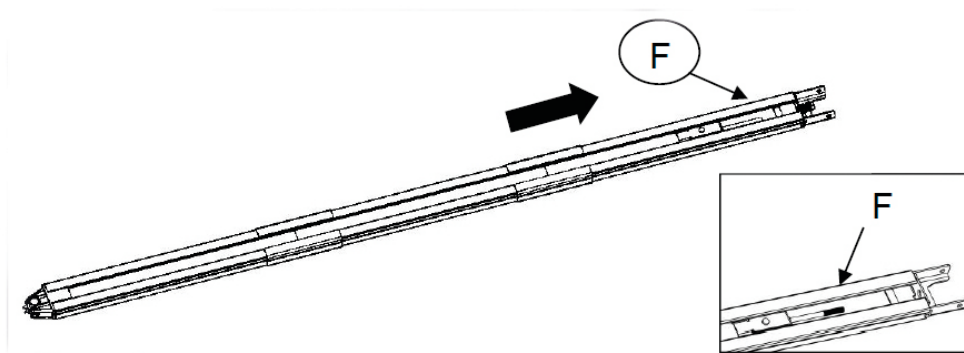

Figura 9
2) Cortar el hilo de plástico; tire de la varilla roscada junto con la cadena interior hasta la posición del riel final (Figura 9)